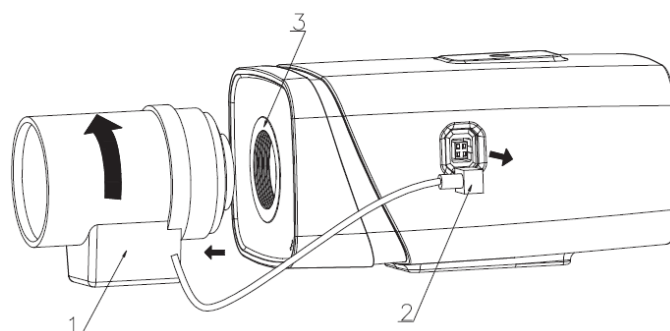

Рисунок 4
2. Отсоедините кабель автоматической регулировки диафрагмы, если он конструктивно присутствует (рис.4).